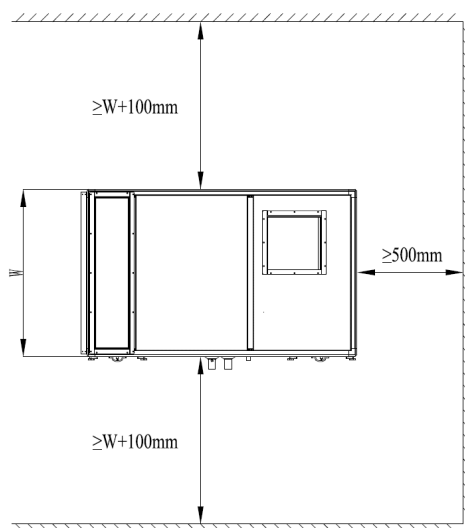
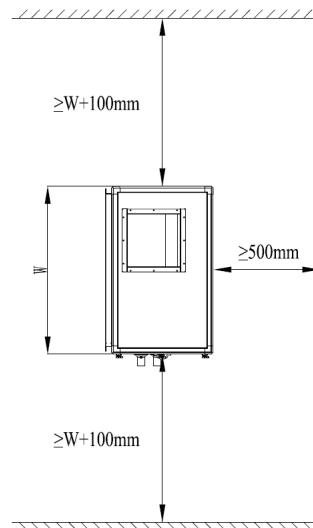

图2.4 卧式机组安装空间
图2.5 立式机组安装空间
- (1) 机组应严格按本公司提供的图纸安装；
- (2) 机组不得承受外接管道、风管的重量以及其他外接装置的重量；
- (3) 空调机组与风管间应采用柔性连接，以避免振动的传递；连接处应进行密封及保温处理，避免漏风引起机组外表面凝露；
- (4) 风管、水管必须进行保温处理；
- (5) 机组安装时应留有可供各功能段发挥功能的空间；
- (6) 机组安装在室外时，务必增加防雨遮阳装置；
- (7) 机组箱体框架之间的连接必须紧密，必须压紧密封条，以防漏风；
- (8) 空气过滤器应在机组其他部件安装完毕后再安装，并在安装前检查空气过滤器滤料是否破损或被污染；
- (9) 机组安装时应及时清除机组内杂物，用压缩空气或毛刷仔细吹刷盘管翅片上的灰尘，并将变形的翅片校正；
- (10) 安装时应留有可供各功能段检修的空间，以及顶部的风管安装空间。见下图2.4/图2.5；